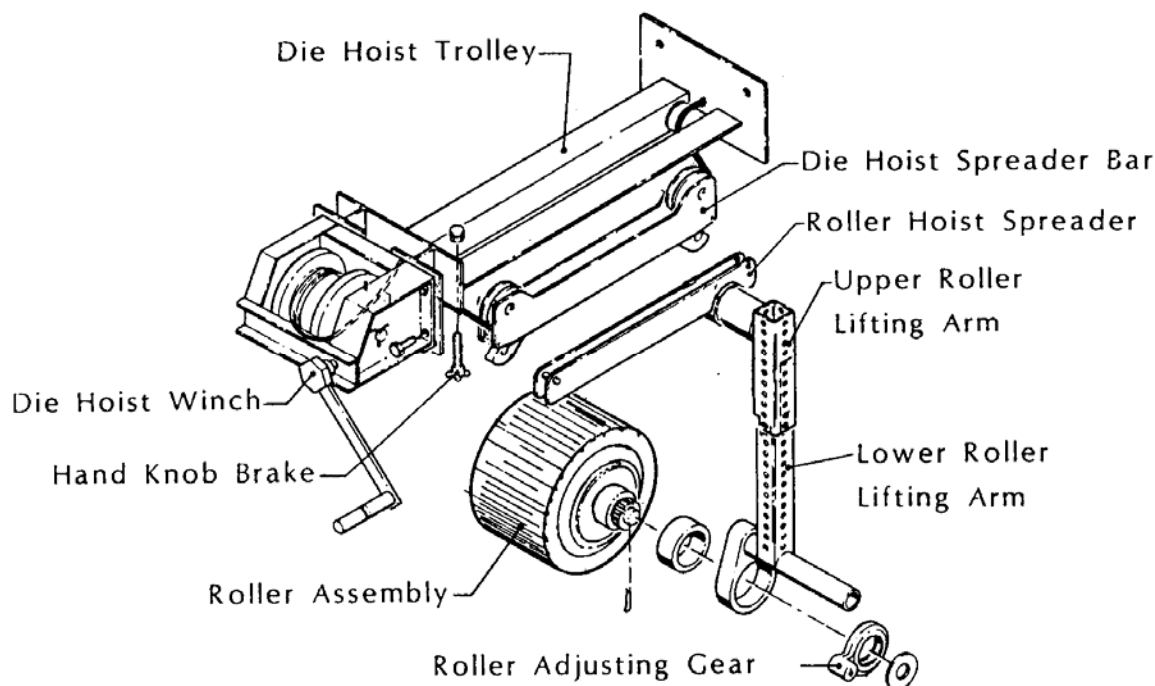

图 5.3 环模吊运
1. 将压模起吊横柱安装在环模起吊横柱杆上，用制动销锁紧。然后拉紧环模起吊缆绳，将起吊横柱杆拉至最大高度，如图所示。图 5-3.